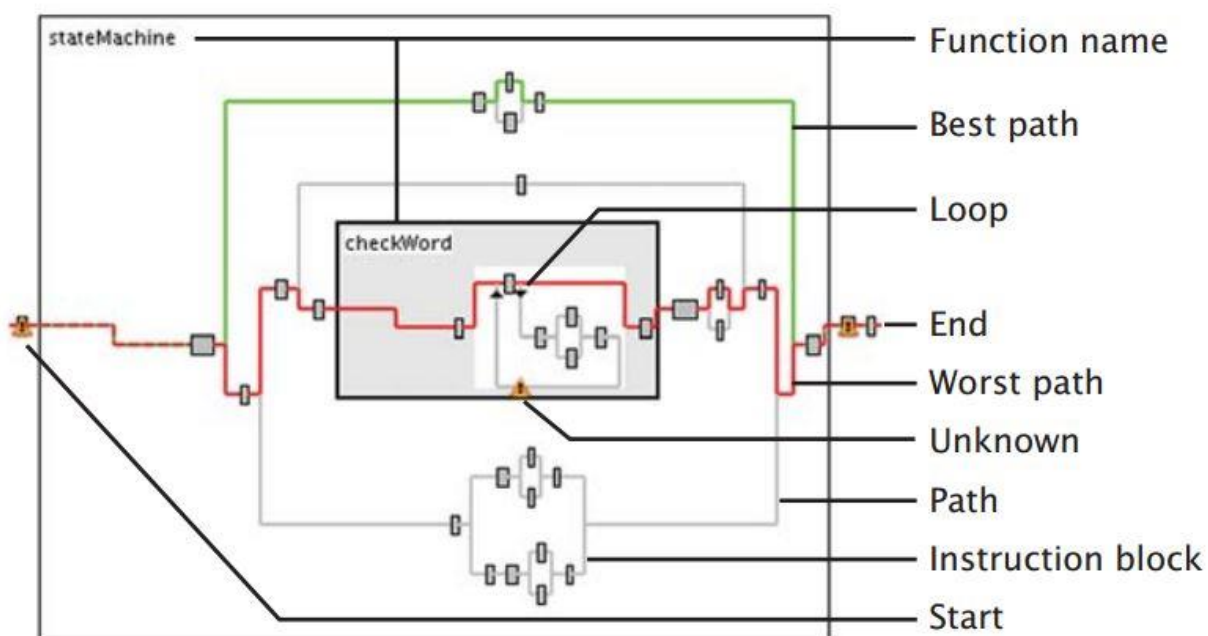

Рис.2.2.10. Маршрут
**Visualizations** обеспечивает графическое представление маршрута. Вкладка **Structure** представляет собой маршрут в виде линии, которая идет слева направо (рис.2.2.10). Маршрут разветвляется на несколько путей, и все пути соединяются в конце. В лучшем случае путь отображается зеленым цветом, в худшем случае - красным, а все другие пути серым цветом.